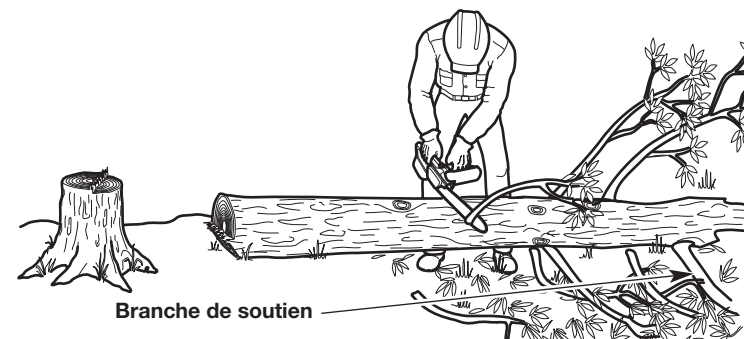

Fig. 18
1. Laissez les grosses branches de soutien sous l'arbre pour la fin (Fig. 18). Ceux-ci garderont l'arbre au sol pendant le processus d'ébranchage.
2. Coupez une branche à la fois. Tenez-vous du côté opposé de l'arbre à partir de la branche (Fig. 18). Gardez le tronc entre l'opérateur et la tronçonneuse. Pour éviter de bloquer la tronçonneuse, les branches sous tension doivent être coupées de bas en haut.